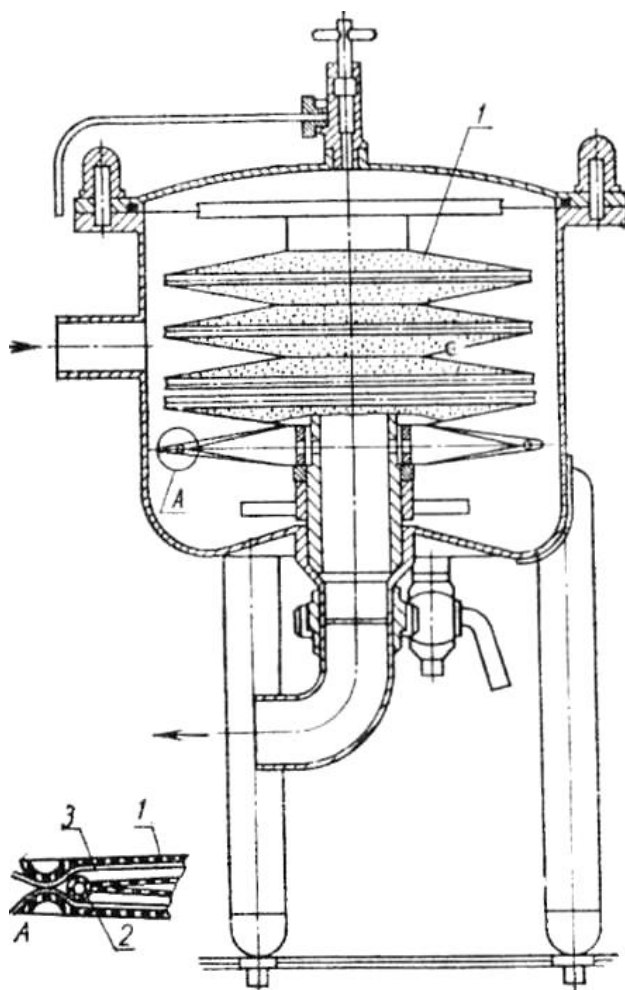

Рисунок 4 – Дискový фильтр:
**Дисковые фильтры** отличаются от конических и других исполнений развитой фильтрующей поверхностью, которая может регулироваться набором дисков 2 (рис. 4), покрытых фильтрующими элементами 1 и закрепленных стопорами 3.